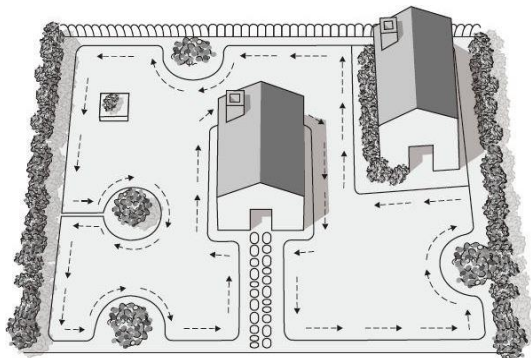

Fig.3A
1. Utilizați firul de delimitare pentru a delimita zonele din interiorul spațiului de lucru prin crearea de insule în jurul obstacolelor care nu pot rezista la o coliziune, de exemplu, paturi de flori și fântâni. În plus, îngrădiți toate obiectele sensibile la șocuri și iazurile de grădină (Fig.3A).